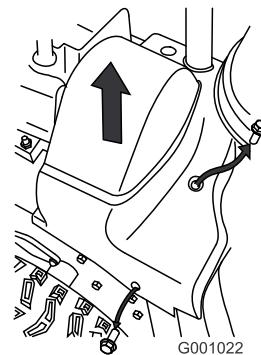

Figura 44
2. Alzate il lato destro del copricinghia (Figura 44).